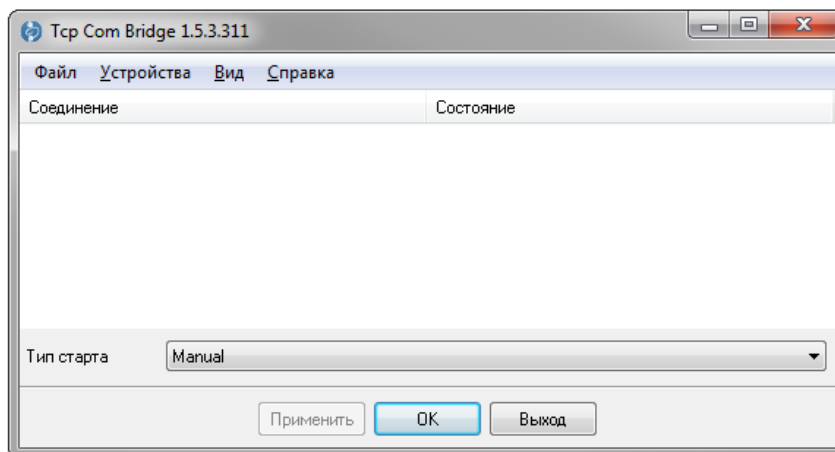

Рисунок 11
17. Далее необходимо создать виртуальный COM-порт на ПК, например, используя программу «TCP COM Bridge» компании «AGG Software. Стоимость программы без ограничения количества портов 4200 рублей (на февраль 2024 года). Также возможно использовать программы других производителей (платные или бесплатные). Запустить программу (рисунок 11).